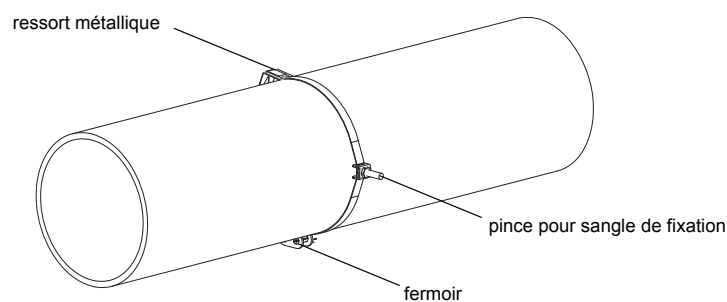

Fig. 9.10: Sangle de fixation avec pince pour sangle de fixation et ressort métallique sur la conduite
Fixer une sangle de fixation sur la conduite (voir Fig. 9.10). Une seconde sangle de fixation sera montée par la suite.
- Positionnez le fermoir et la pince pour sangle de fixation sur la conduite (voir Fig. 9.10). Si la conduite est horizontale, monter si possible la pince pour sangle de fixation sur le côté de la conduite.
- Positionnez le fermoir, le ressort métallique et la pince pour sangle de fixation sur la conduite (voir Fig. 9.10) :
- Positionnez le fermoir, le ressort métallique (si nécessaire) et la pince pour sangle de fixation sur la conduite (voir Fig. 9.10) :